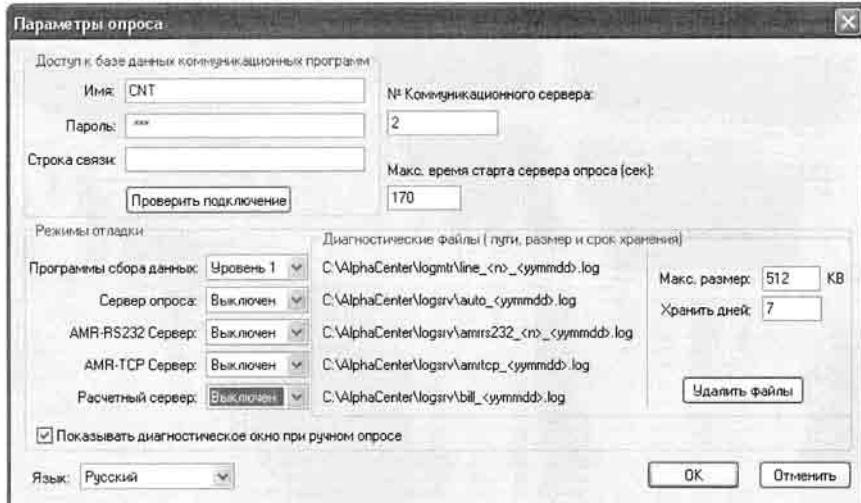

Рисунок 7. Включение режима отладки для программ сбора данных.
- 6.4.3 В программе Коммуникатор АльфаЦЕНТР, через меню "Файл->Параметры" открыть форму "Параметры опроса" и убедится, что включен "режим отладки для программ сбора данных, уровень 1", при необходимости установить "Включен" и "Уровень 1". (Рисунок 7)